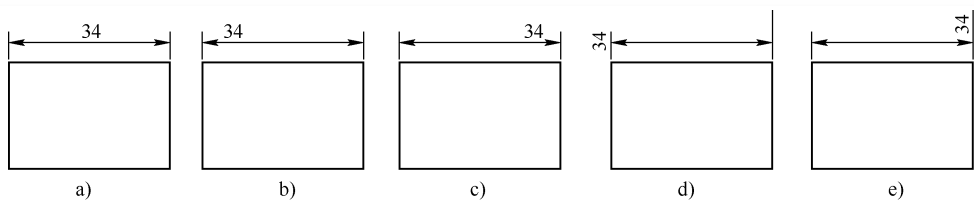

图 10-8 文字水平效果
(2) 【水平】下拉列表框：设置标注文字相对于尺寸线和尺寸界线在水平方向上的相对位置，包括【置中】、【第一条尺寸界线】、【第二条尺寸界线】、【第一条尺寸界线上】和【第二条尺寸界线上】5个选项，具体效果如图10-8所示。